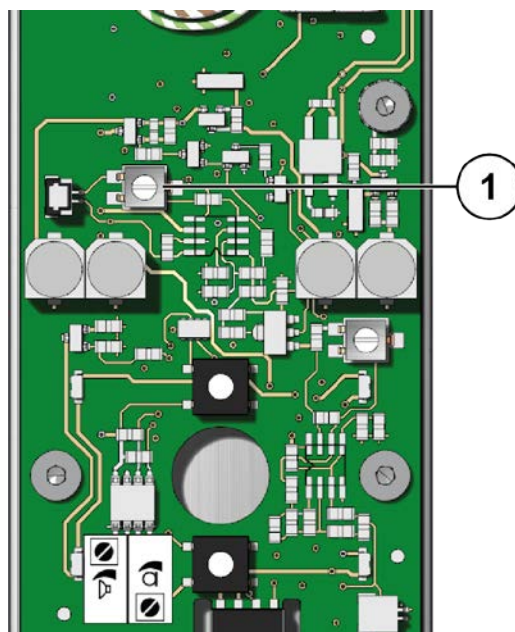

Abb. 13: Lautstärke Lautsprecher einstellen
- ▶ Drehen Sie den Regler **(1)** nach rechts, um die Lautstärke des Lautsprechers zu erhöhen (Abb. 13).